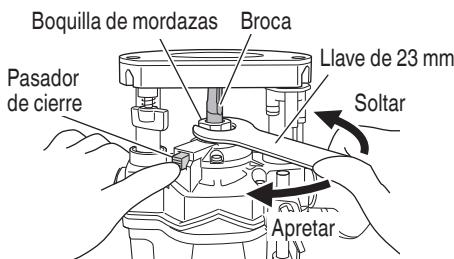

Fig. 11
- (2) Limpie e inserte el mango de la broca en el mandril portabroca hasta al fondo y seguidamente, hágalo retroceder aproximadamente 1/16" (aprox. 2 mm).
- (3) Con la broca insertada y presionando el pasador de cierre que bloquea el eje, use la llave de 23 mm para apretar con firmeza la boquilla de mordazas hacia la derecha (vista desde la fresa). (Fig. 11)